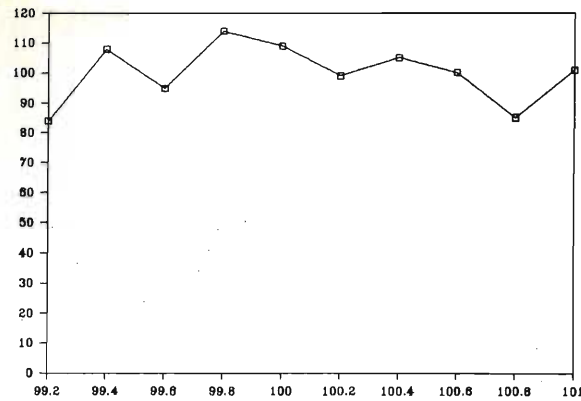

figura 2 - Distribuzione dei valori di mille misure soggette a rumore uniforme.
Verifichiamo subito quanto si è detto, copiando la formula (1) nelle 900 caselle sotto alle prime 100 e determinando la distribuzione del contenuto delle 1000 caselle, che è rappresentata dal grafico di figura 2. Questa volta, naturalmente, il numero atteso, in ciascun intervallino, non è più 10, ma 100 (1000 misure suddivise in 10 intervallini).